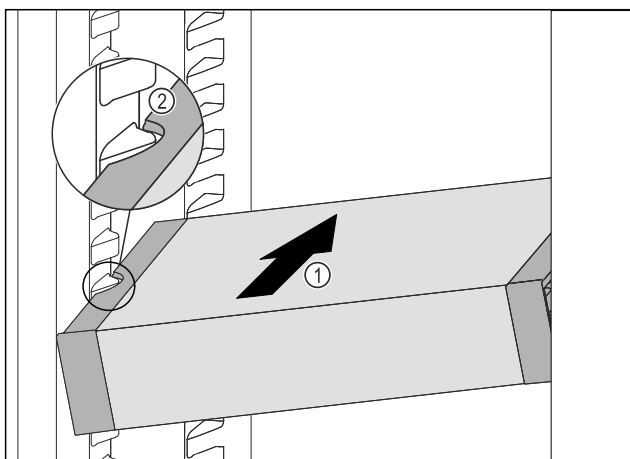

Fig. 56
- ▶ VarioSafe schuin in het koelgedeelte schuiven Fig. 56 (1), tot de uitsparingen aan de zijkant Fig. 56 (2) van de VarioSafe op de hoogte van de rib in het koelgedeelte zitten.